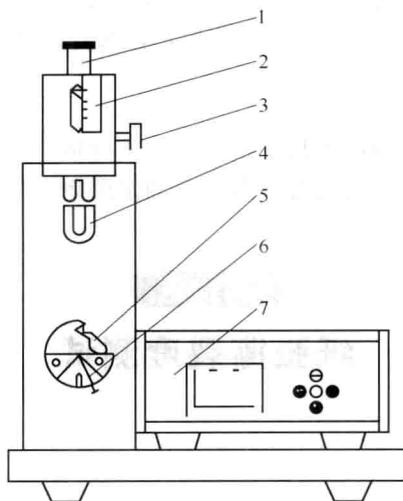

图 1-4 ZZD-135A 型 MIT 耐折度测定仪
2. ZZD-135A 型 MIT 耐折度测定仪 (图 1-4)。